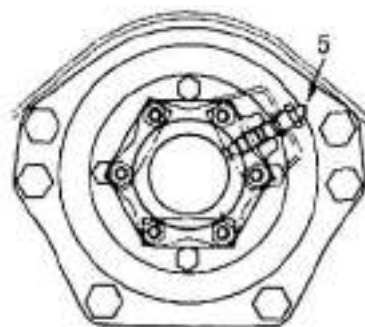

Рис. 7-7
В корпусе пружины (Рис. 7-7) имеется стакан для введения смазки (5). Если требуется увеличить натяжение, ввести консистентную смазку в стакан (5) при помощи шприца. При необходимости ослабить натяжение, повернуть стакан (5) примерно на 360°, смазка выльется.